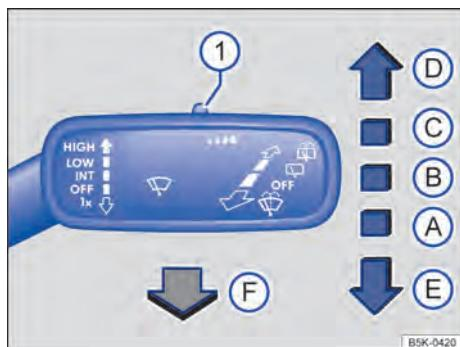

Fig. 83 À direita da coluna de direção: comandar os limpadores do para-brisa.
- Pressionar a alavanca dos limpadores do para-brisa brevemente para baixo \Rightarrow Fig. 83 (E).